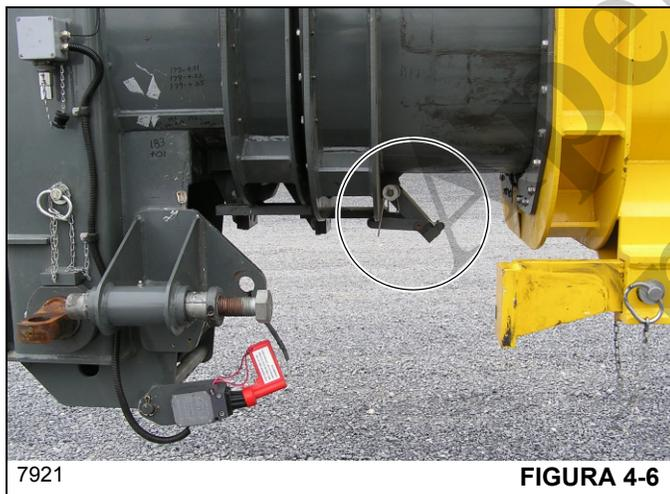

FIGURA 4-6
**NOTA:** Quando a lança se retrai, a alça é liberada permitindo que o calço de parada seja acionado quando a lança é estendida (Figura 4-6).